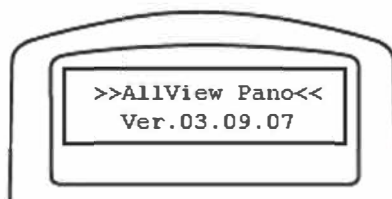

Рис. 32
3. Нажмите клавишу «ENTER», пульт управления предложит выбрать один из режимов работы (рис. 32). С помощью клавиш прокрутки, выберите режим «Panoramic Mode» (Режим панорамной съемки). Нажмите клавишу «ENTER».